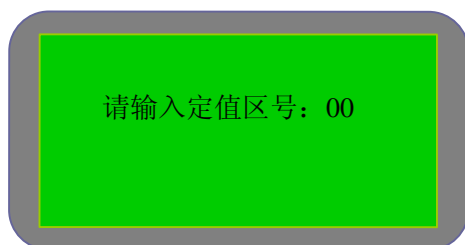
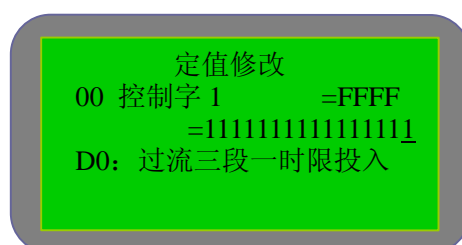

图 5-2-1A
图 5-2-1B
- 1) 定值修改：在定值菜单中选择“定值修改”进入定值修改界面，如图 5-2-1A，用户可输入定值区号，输入方法如下：用下划线“\_”标注编辑位，编辑位的值可通过按“上移”键或“下移”键改变。输入结束后按“确认”键确认。（其它数据的输入方法与此相同，此处不再一一说明）。定值区号输入确认后进入各定值修改界面，如图 5-2-1B 所示，通过按“上移”键或“下移”键修改各定值。按“退出”键回到定值菜单。